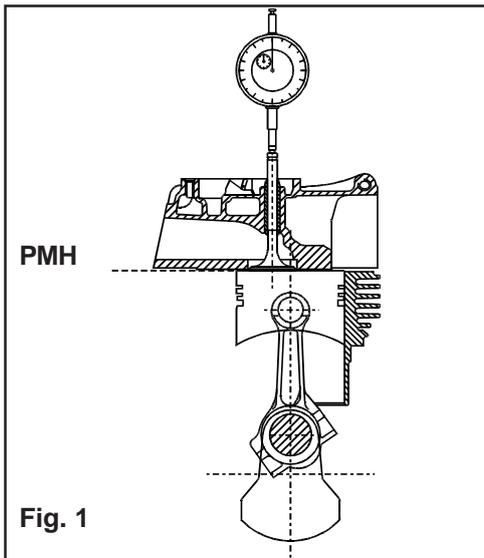

Fig. 1
4. Appuyez la tête de la soupape sur le ciel du piston équilibré au P.M.H. (fig.1).
5. Placer un comparateur monté sur piédestal magnétique ou faux injecteur et le mettre à zéro sur la tige de soupape (fig.1).